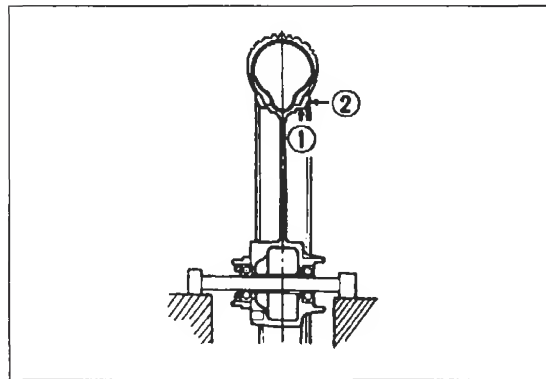

Bild 161
- \triangle Räder auf Zentrierständer lagern, Seiten- und Höhengschlag mit Messuhr prüfen (Verschleissgrenze jeweils 2,0 mm; Bild 161). Unrund laufende Räder richten lassen.